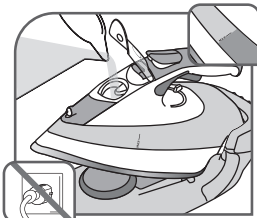

Fig.5
- Füllen Sie den Tank bis zur "MAX" Markierung – fig.5.